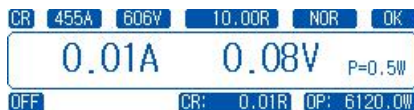

图 3-9 恒阻模式工作界面
- 1) 按下 **CR** 模式按键, 按键指示灯变亮, 进入恒阻模式工作界面, 如图 3-9 所示。